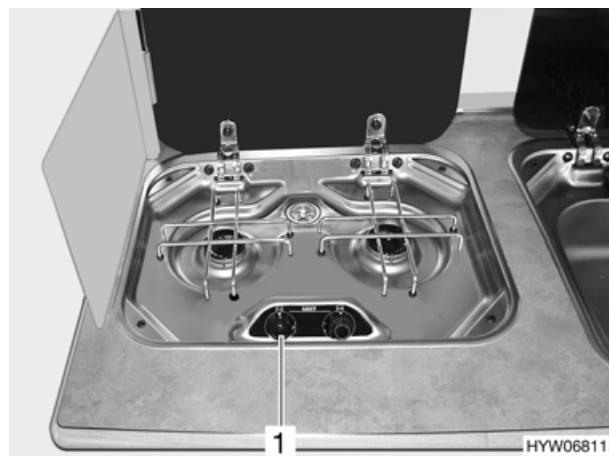

Fig. 79 Elementi di comando del fornelo a gas
- Girare il pomello girevole (Fig. 79,1) degli apparecchi a fiamma libera desiderati in posizione accesa (fiamma alta).